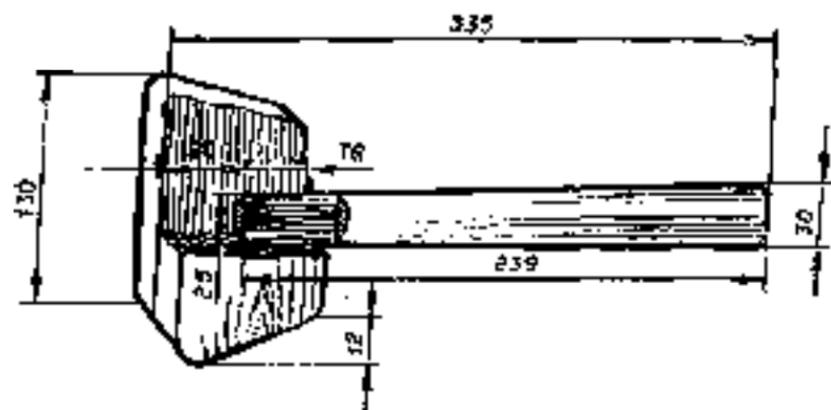

Рис. 17. Столярная киялка.
Головка столярной киянки не прямоугольная, а несколько скошенная (рис. 17). Это облегчает работу, делает ее более качественной. При ударе такой киянкой по ручке стамески вся сила удара передается на лезвие и инструмент не выворачивается.
2. Составьте план работы на изготовление столярной клинчатки (см. рис. 17).